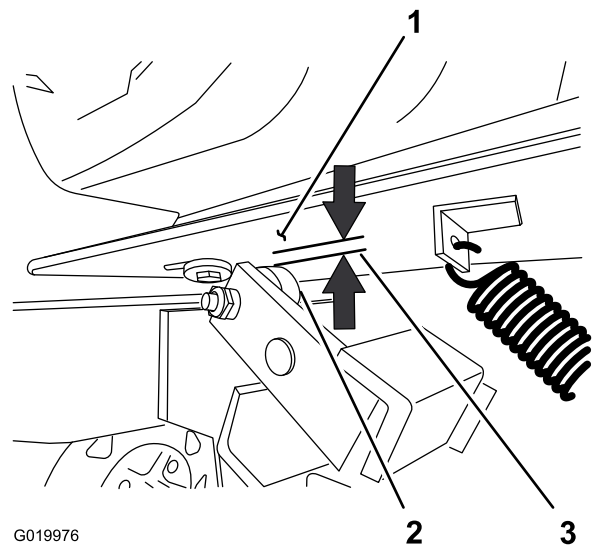

Figura 35
2. Mida la holgura entre la chapa del motor y el rodillo del embrague (Figura 35).